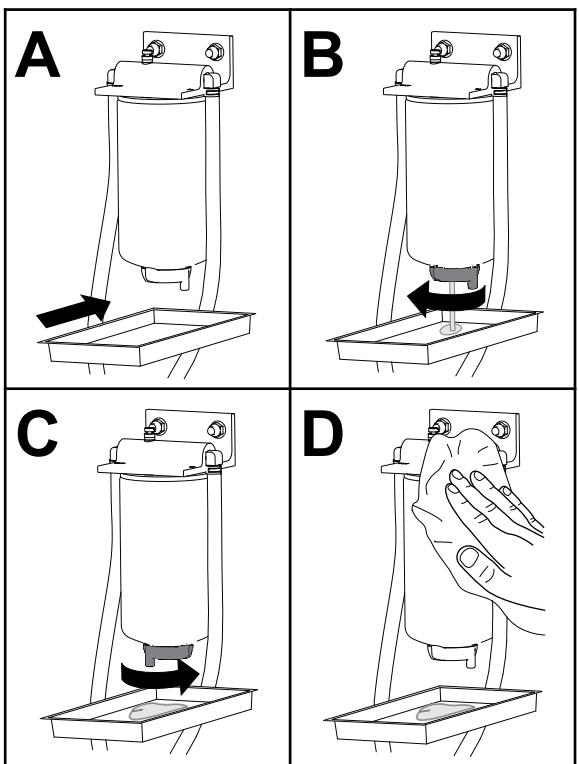

Figura 53
1. Drene el agua del separador de agua/combustible tal y como se muestra en la Figura 53.
1. Cambie el separador de combustible/agua como se muestra en la Figura 53.